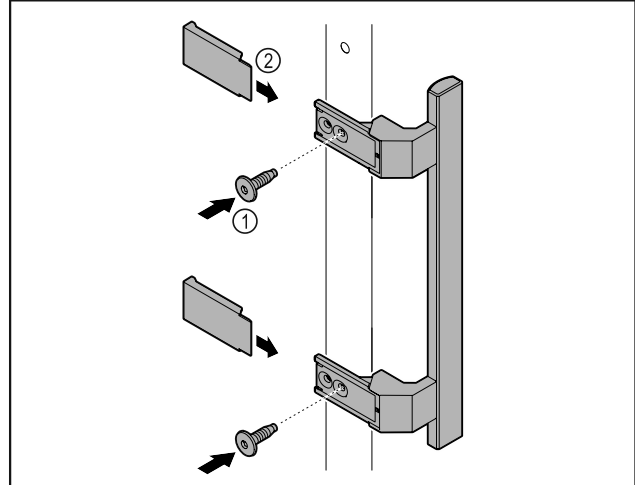

Fig. 3
- ▶ Fixer la poignée à la porte à l'aide des vis Fig. 3 (1) fournies.
- ▶ Poser les caches Fig. 3 (2).